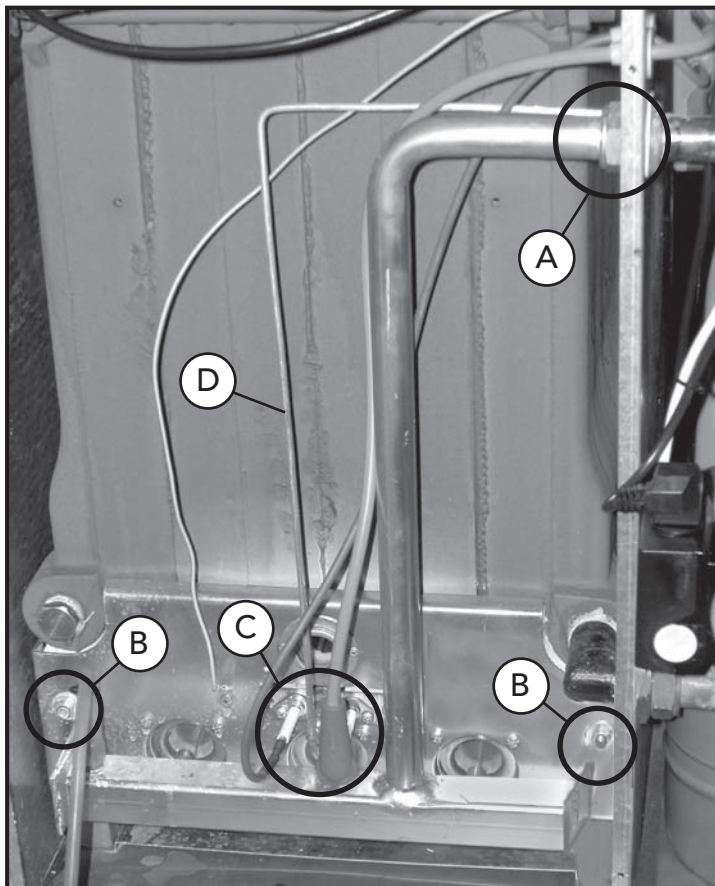

fig. 12
- Desaperte as duas porcas **B** que fixam a porta da câmara de combustão aos elementos em ferro fundido da caldeira (fig. 12)